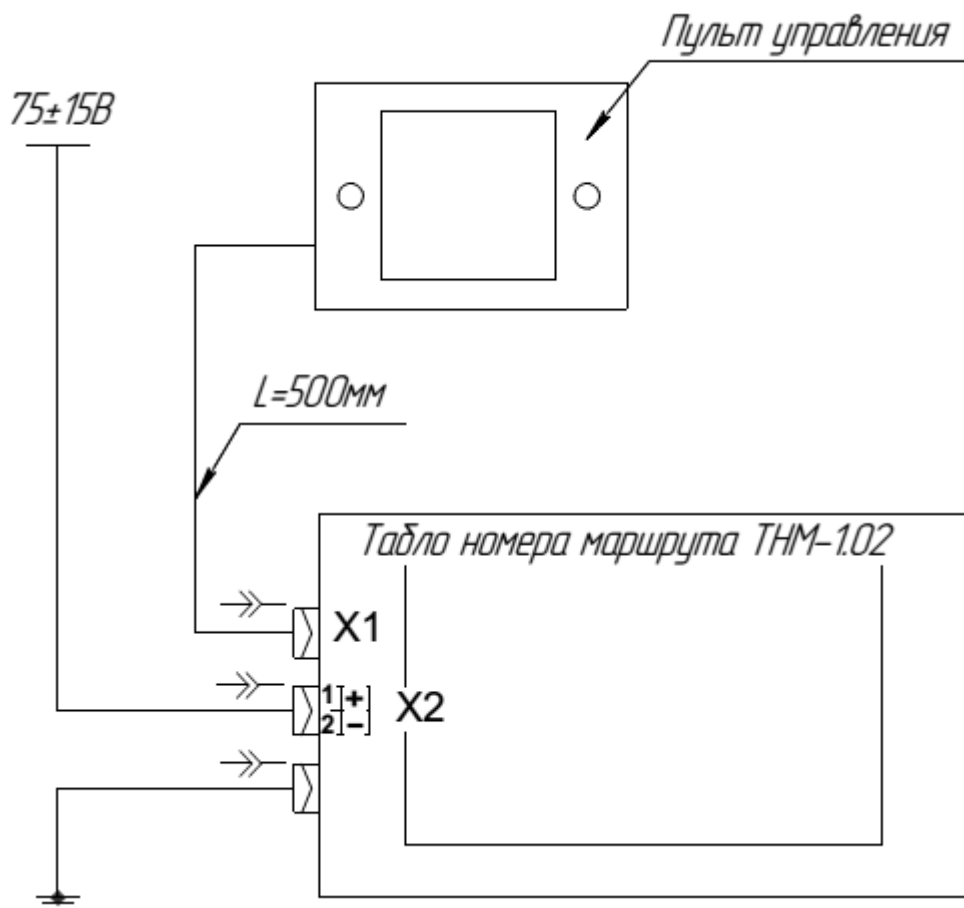

Рис. 2 Схема соединений ТНМ-1.02
6.2 Подключить кабель питания к разъему питания X2 посредством ответной части из комплекта поставки соблюдая полярность согласно схеме на рис.2.